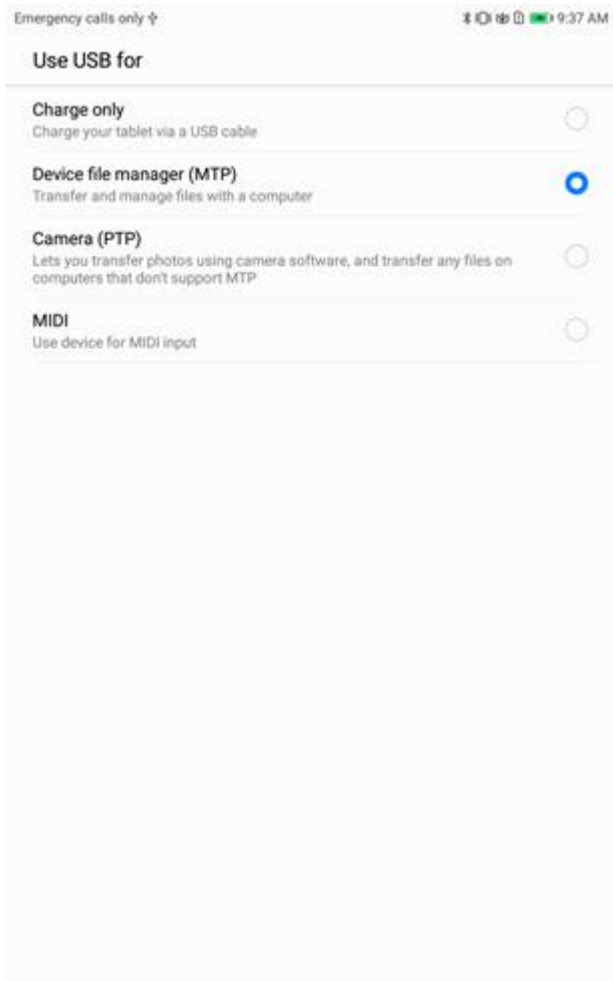

FIGURA 63: Modo de conexión USB.
2. Seleccione Usar USB para el modo Administrador de archivos del dispositivo (MTP) en el extremo del dispositivo (Figura 63).